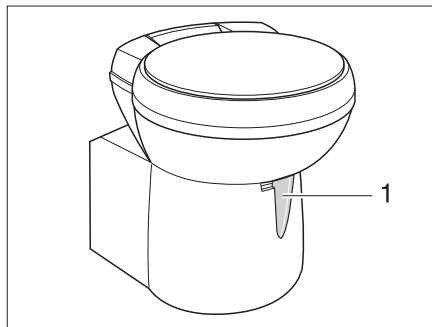

Fig. 150 Cuvette Thetford, orientable
- Avant d'actionner la chasse d'eau, ouvrir le curseur des toilettes Thetford. Pousser pour cela le levier du curseur (Fig. 150,1) dans le sens inverse des aiguilles d'une montre.
- Pousser le levier du curseur (Fig. 150,1) dans le sens des aiguilles d'une montre. Le curseur se ferme. Pour la vidange il **faut** que le curseur des toilettes Thetford soit fermé.